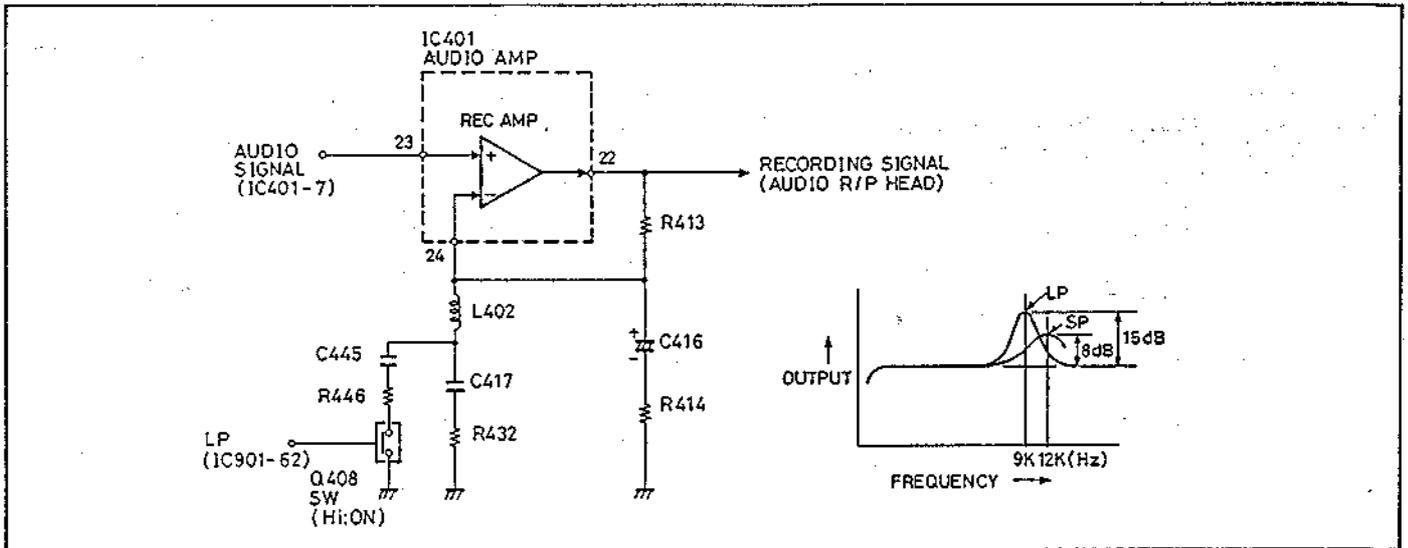

Abb. 6.5 Aufnahmeentzerrer
(2) Aufnahmeverstärker (REC AMP) und Aufnahmeentzerrer (Abb. 6.5) Der Mikrofonverstärker (MIC AMP) und der